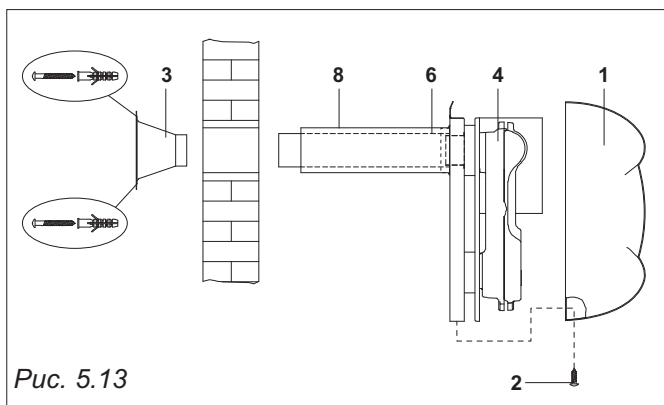

Рис. 5.13
- 4) Снять кожух (1), ослабив крепежные винты (2) (см. рис. 5.13)
- 5) Вставить дымоход (6) во внутреннее кольцо воздушного короба (см. рис. 5.13)
- 8) Установить радиатор (4) (рис. 5.13) на стене в соответствии с ранее проделанным отверстием для дымохода и закрепить с помощью винтов.
- 9) Установить наконечник дымохода для скрытого монтажа (3) (рис. 5.13) с внешней стороны стены и закрепить его с помощью двух прилагаемых дюбелей.